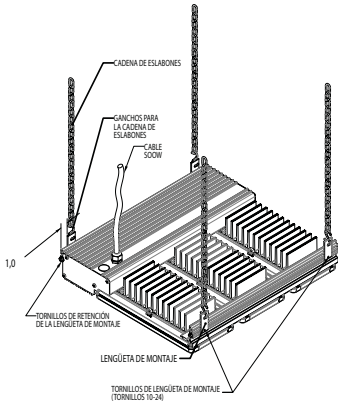

Figura 3 – Montaje de cadena de eslabones
1. Las lengüetas de montaje se ubican a 1 pulgada de cada extremo de la luminaria de la fábrica (consulte la Figura 3). Si las lengüetas de montaje necesitan ser reubicadas o se aflojan, ajuste los tornillos 10-24 a 21 pulgadas-libras antes de colgar la luminaria. Los pernos de retención de la lengüeta de montaje se deben ajustar a 65 pulgadas-libras en las cuatro esquinas de la luminaria. Las lengüetas de montaje se deben colocar en la misma distancia de los extremos de la luminaria para garantizar el nivel en el que se cuelga la luminaria.
2. Las cadenas se deben cortar en las mismas longitudes para garantizar el nivel en el que cuelga la luminaria. Instale los cuatro (4) ganchos y las cuatro (4) cadenas a la luminaria. Un gancho y una cadena por soporte de montaje encontrado en cada esquina de la luminaria. Monte la luminaria a un mínimo de 36 pulgadas de distancia del techo.